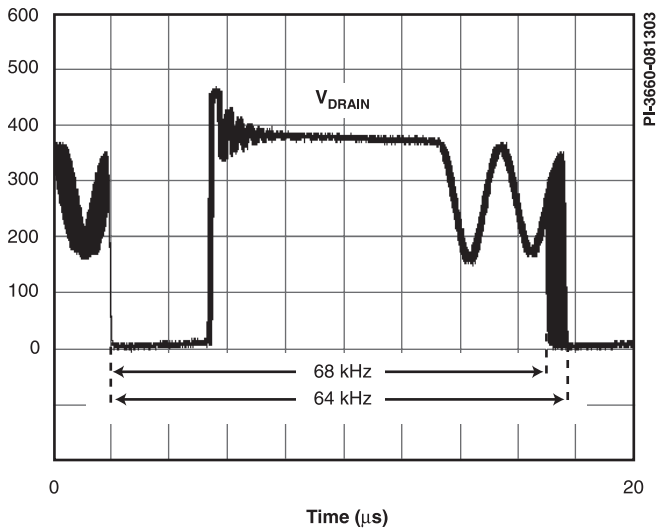

图 4. 频率抖动
*LinkSwitch-TN*的振荡器电路可产生轻微的频率调制，通常为4 kHz峰峰值用来降低EMI。频率调制的调制速率设置在1 kHz的水平，目的是优化EMI并降低其平均值及准峰值。测量频率调制时应把示波器触发设定在漏极电压波形的下降沿来测量。图4的波形显示了*LinkSwitch-TN*的频率调制状态。